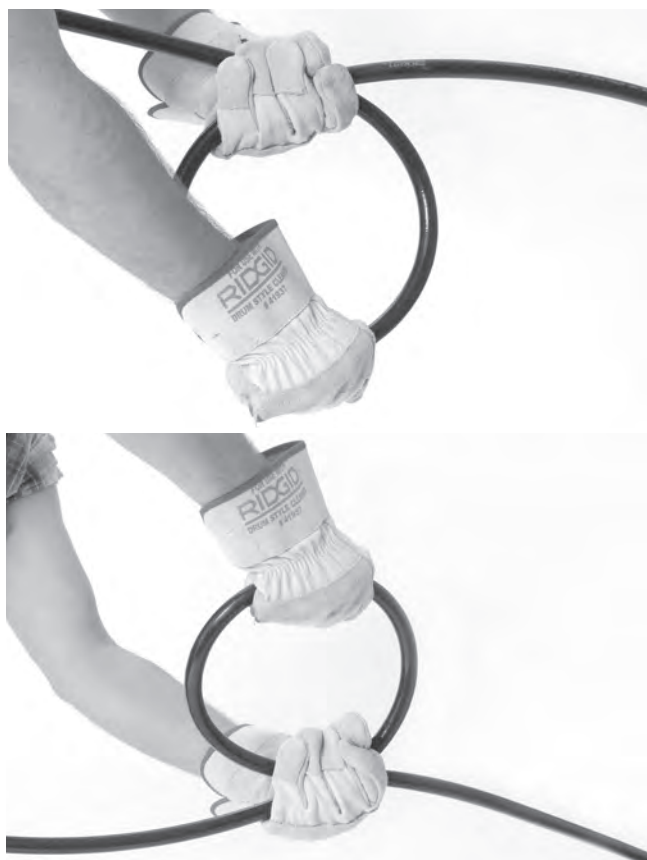

Figure 17 – Rotation du flexible
- Tournez le flexible d'un quart de tour pour qu'il suive le changement de direction. Une fois l'obstacle franchi, ramenez le flexible à sa position initiale afin d'éviter qu'il se plisse (Figure 17).